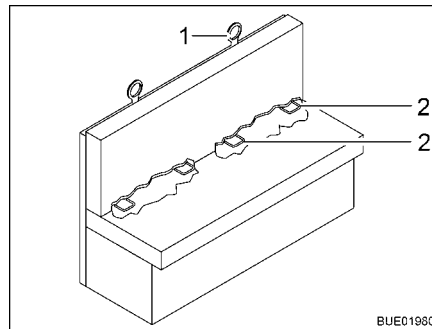

Fig. 27 Blocco di sicurezza per bambini Isofix
Se il veicolo è dotato del blocco di sicurezza per bambini Isofix, i sedili del veicolo idonei per il suo montaggio sono identificati con un simbolo Isofix. Questi sedili del veicolo dispongono di staffe di supporto (Fig. 27,2) e di un punto di ancoraggio in alto sullo schienale del sedile (Top Tether) (Fig. 27,1). Utilizzare seggiolini per bambini idonei per Isofix. I seggiolini per bambini sono provvisti di braccetti di ritenuta da far scattare nelle staffe di supporto del sedile del veicolo.
- Se possibile, fissare il seggiolino per bambini anche al Top Tether (Fig. 27,1).